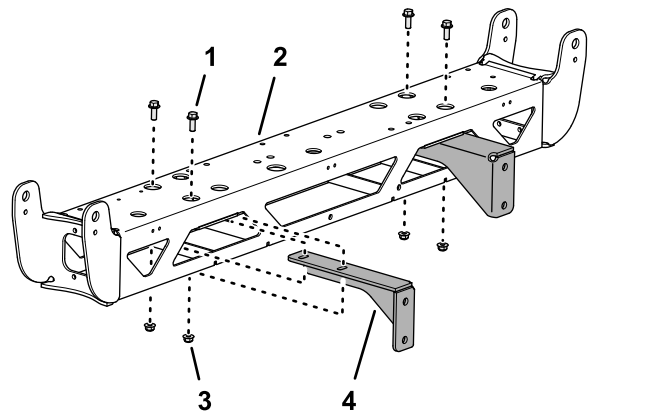

図 82
4. サポートブラケットをセンターブームに固定しているフランジヘッドボルト $\frac{3}{8} \times 1\frac{1}{2}$ " 2本とフランジロックナット $\frac{3}{8}$ " 2個を外して、ブラケットを取り外す **図 82**。
5. 反対側のサポートブラケットにもステップ4の作業を行う **図 82**。